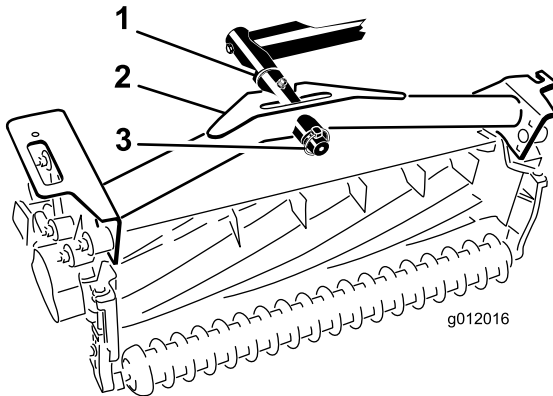

Figure 21
2. Poussez le bâti porteur de l'unité de coupe sur la tige de pivot et fixez-le avec une goupille à anneau (Figure 21).